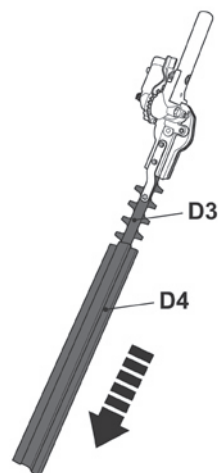

Fig. 28
- > Retire la cubierta de la cuchilla (D4) de la cuchilla (D3) antes de utilizar el producto (Fig. 28).